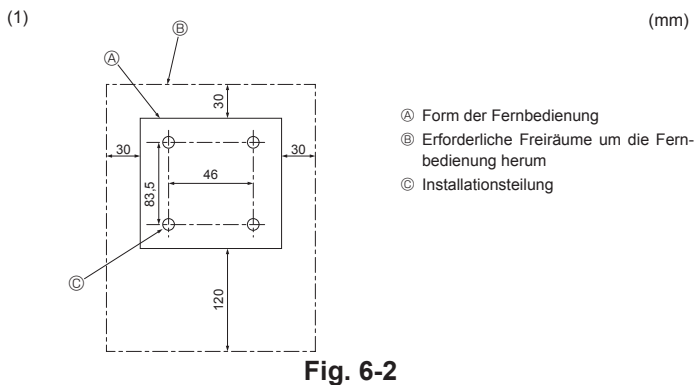

Fig. 6-2
6.2. Fernbedienung (Fig. 6-2) Für die verdrahtete Fernbedienung